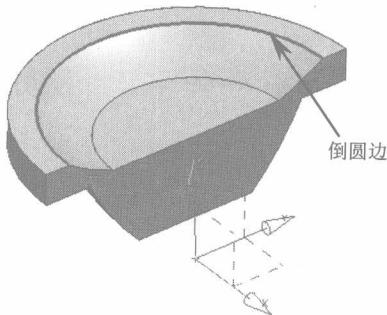
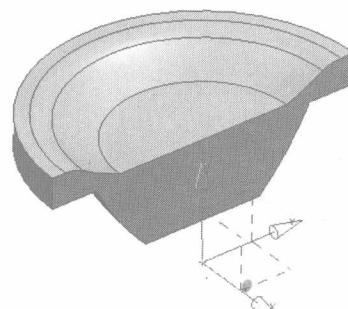

图1-7
图1-8
4. 在菜单栏中选取【插入】/【细节特征】/【边倒圆】命令，弹出【边倒圆】对话框，选取图 1-7 所示的实体边缘作为倒圆边，输入圆角半径为“3.5”，单击 确定 按钮创建边倒圆特征，如图 1-8 所示。